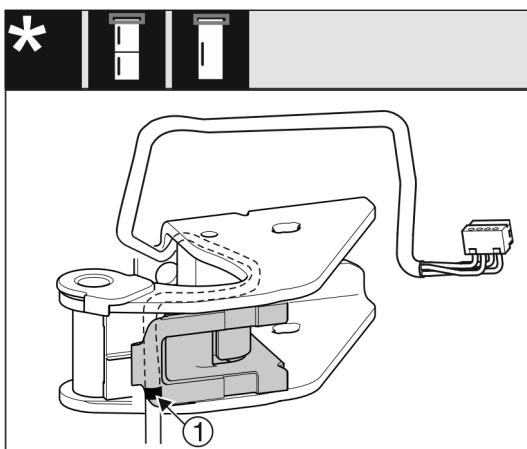

Fig. 28
- ▷ Para ello, la marca central se debe encontrar en el borde del soporte del cable Fig. 28 (1).